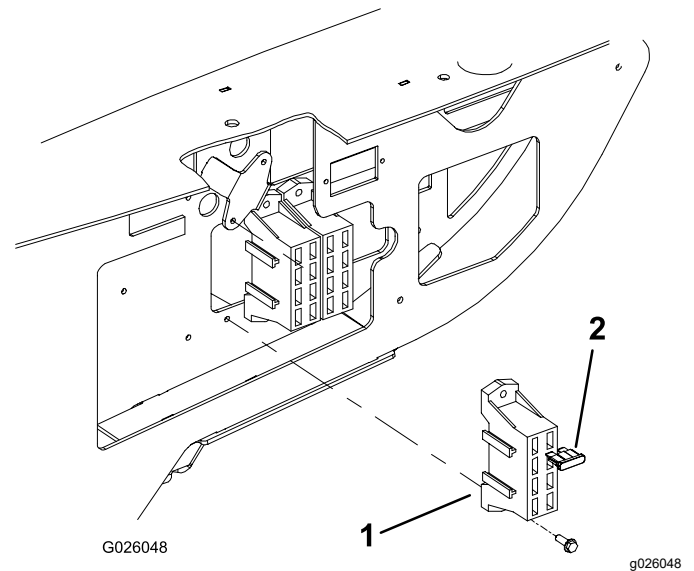

Figura 3
2. Monte el bloque de fusibles junto al bloque de fusibles existente con 2 tornillos (n.º 8 x ½"), tal y como se muestra en la Figura 3.